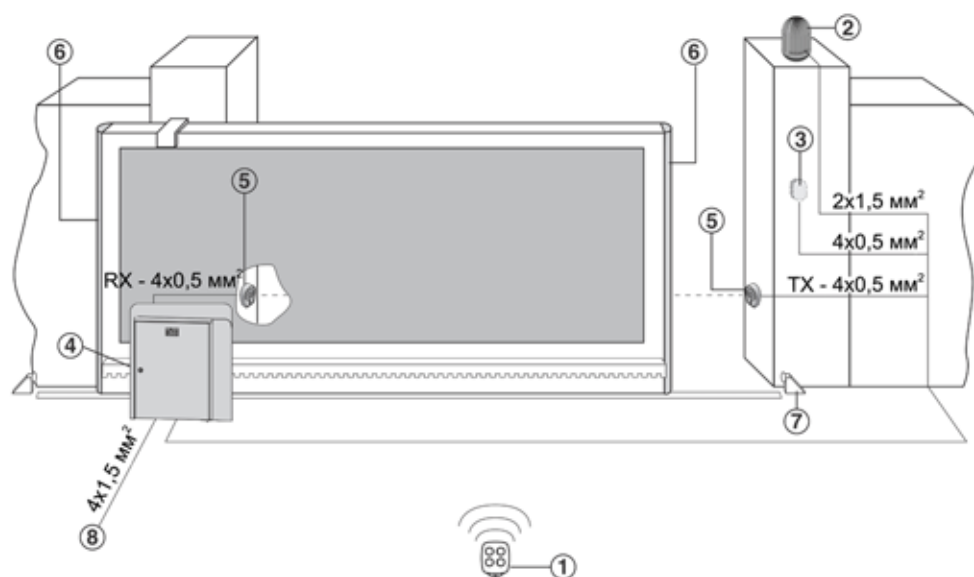

Рис. 1
2.1. Описание стандартной установки (Рис. 1)